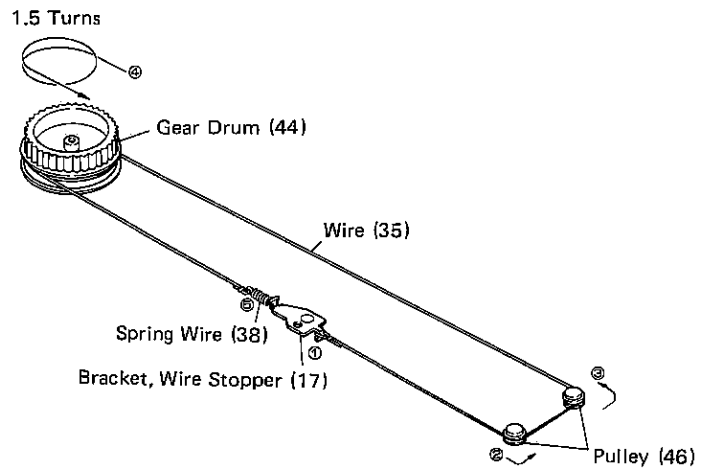

Figure 6-2
**(E) STRINGING OF PLAYER WIRE**
1. Stretch the wire in the numerical order — as shown in Figure 6-2.
**(D) SPANNEN DES PLATTENSPIELERDRAHTS**
1. Den Draht in der numerischen Reihenfolge wie in Abbildung 6-2 gezeigt spannen.
**(F) PASSAGE DU FIL DU LECTEUR**
1. Tendre le fil dans l'ordre numérique comme l'indique la Figure 6-2.